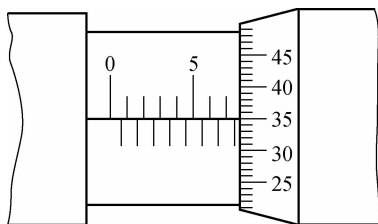

图 3-40 百分尺的读数实例
(3)得出被测尺寸。把上面两次读数的整数部分和小数部分相加,就是被测尺寸。如图 3-40 所示,读数结果是 $(7+0.5+35\times 0.01)\text{mm}=7.85\text{mm}$ 。